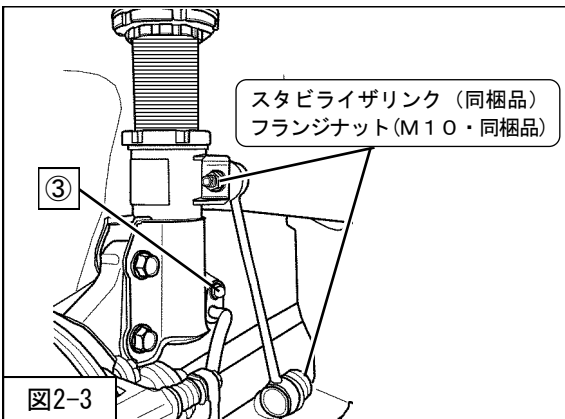
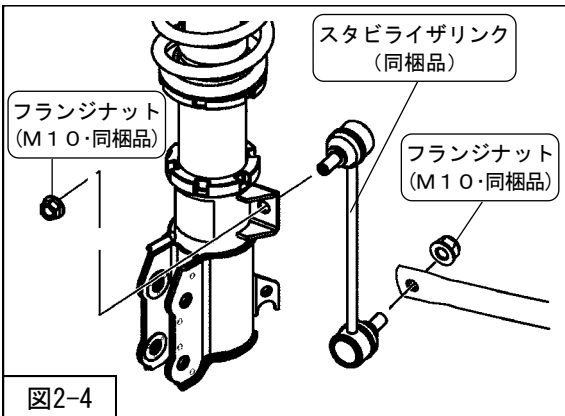

図2-3
図2-4
- 5. ③ブレーキホース取付ボルト（締付トルク：22N・m）を取付けてください。（図2-3）
- 6. スタビライザリンク（同梱品）フランジナット（M10・同梱品）（締付トルク：39N・m）を取付けてください。（図2-3・図2-4）